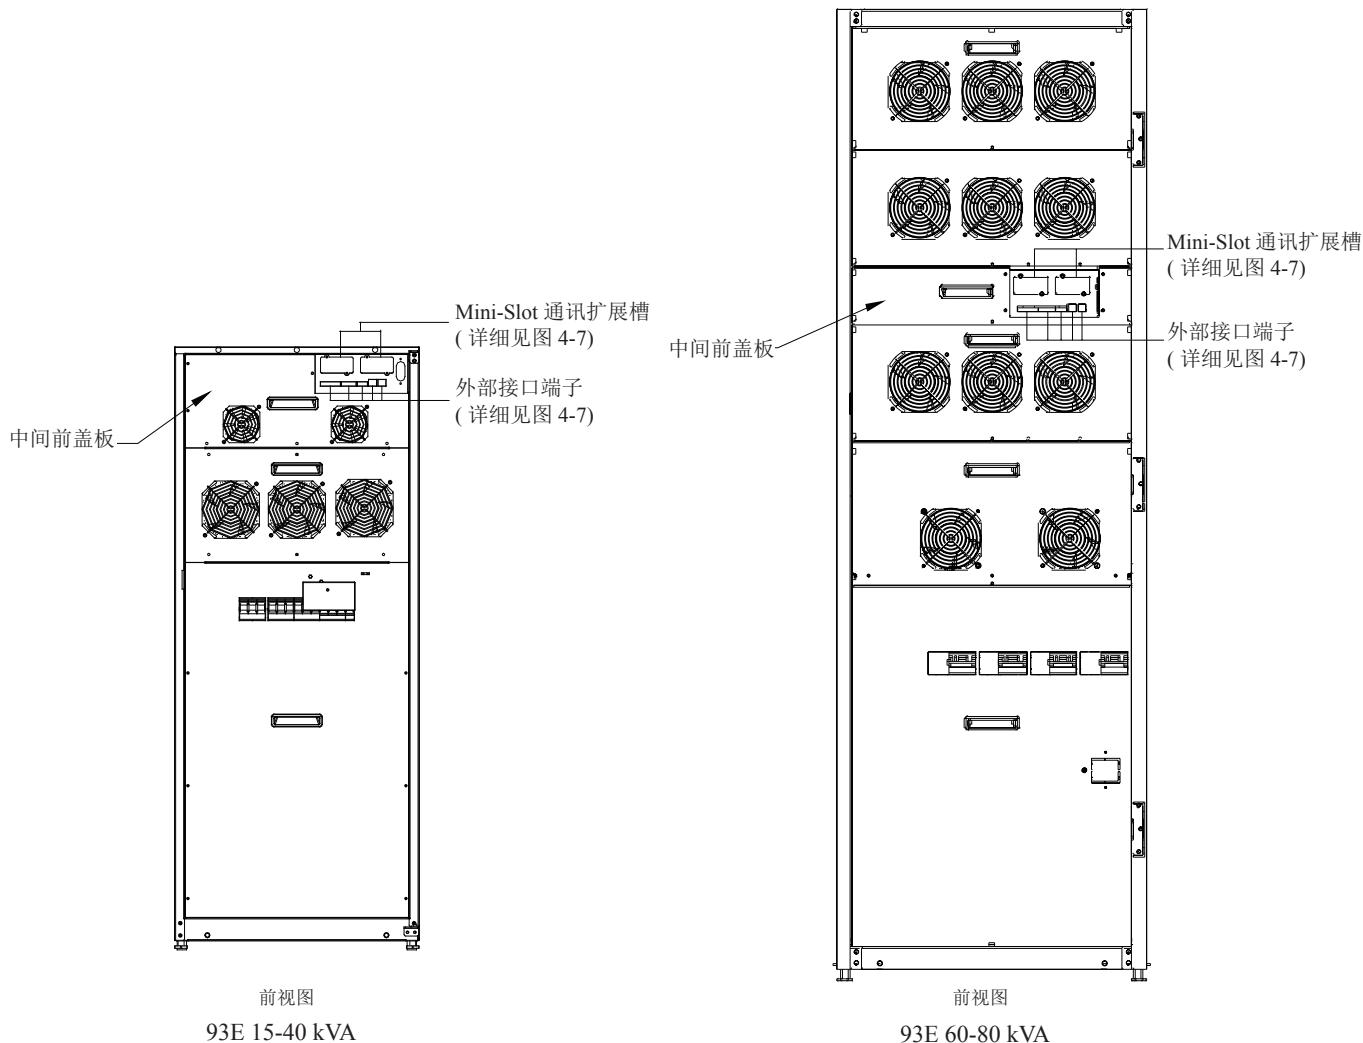
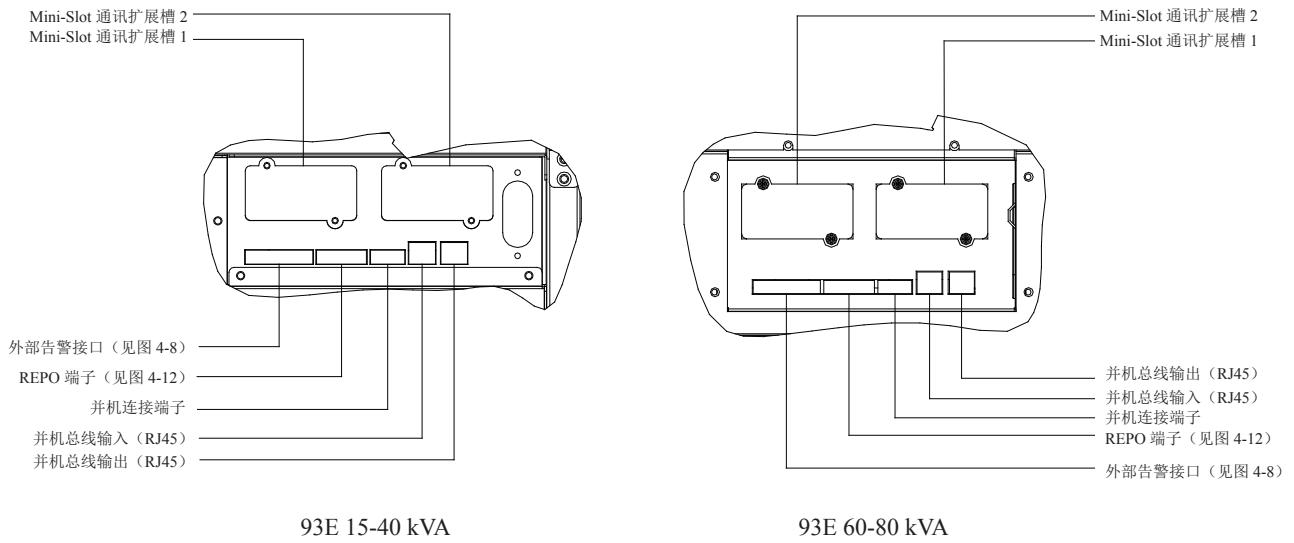
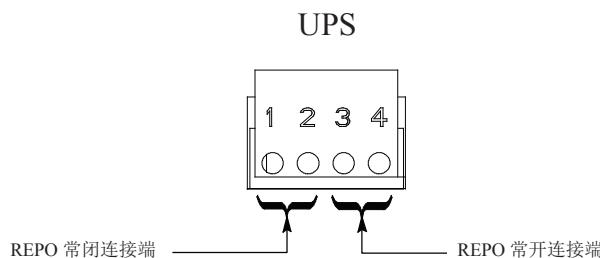

图4-6. 接口端子位置
图4-7. 外部接口端子详图
图4-12. REPO 端子排接口线分配
2. 找到正确的安装端子并检查配线与端子是否满足要求（参考章节 3.2.3，表 4-1，见图 4-6 至 4-7）。
3. 找到正确的安装端子并检查配线与端子是否满足要求，参考3.2.3章节，表4-2，图4-6至4-10。
5. 在并机UPS之间用RJ-45 CAN通讯线连接，连接方式见图4-7和4-11。
6. 在并机UPS机柜和MOBs之间，用并机线（17-20AWG多芯绞线）连接，连接方式见图4-7和4-11。
2. 布线并安装网线和其他线缆到正确的Mini-Slot卡上。Mini-Slot卡通讯扩展槽位置请见图4-6和图4-7。
说明 4：此过程是专用于安装 Eaton 所提供 REPO 开关的，若安装其它厂商的开关，此过程及图 4-12 和图 4-13 仅供参考。
3. 将布线后的 EPO 端子连接在面板 EPO 端口上，见第 3.2.3 段，表 4-3，图 4-6，图 4-7，图 4-12。